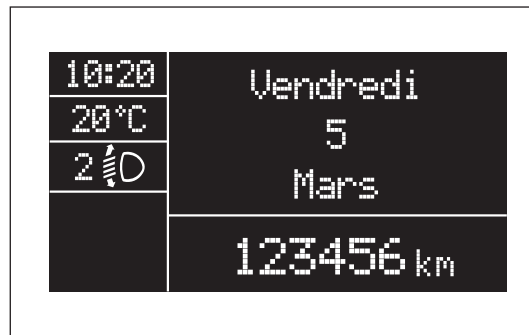

fig. 94
- Page-écran standard : fig. 94.